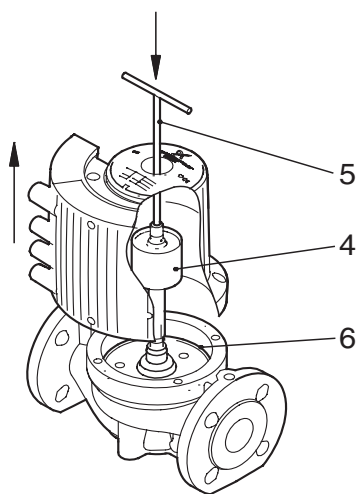

Рис. 2 Изменение расположения клеммных коробок
2. Приподнимите корпус статора (3). Используйте (4) для этого соответствующие инструменты, например Т-образный ключ (M8) (5), смотрите рис. 2.
3. Проверьте целостность уплотнительного кольца (6) круглого сечения. Кольцо с дефектами должно быть заменено.
4. Поверните корпус статора с клеммной коробкой (3) в нужное положение.